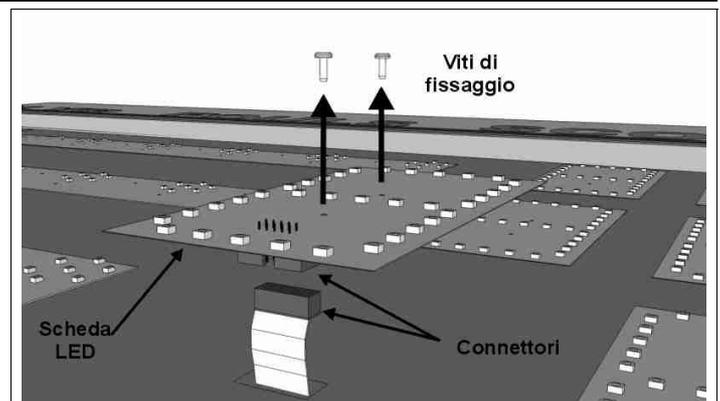

Fig. 19: Sostituzione di una scheda LED
2. Con il cacciavite, togliere le viti di fissaggio della scheda da sostituire (Fig. 19); allontanare leggermente la scheda dalla sua posizione per estrarre il connettore del cavo piatto di collegamento.